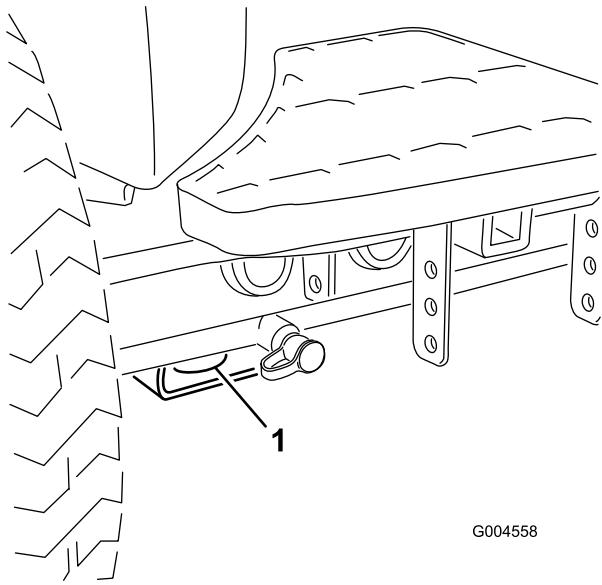

図 23
- 機体の前側** 各前輪の内側、アクスルチューブの下にある四角いパッド 図 23。